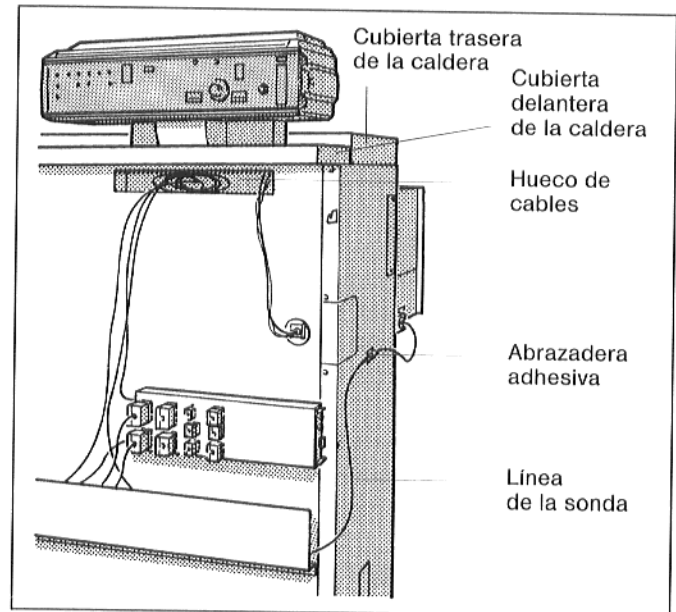

Fig. 8 : G\_424 LZ; G\_524 LDN
- Conducir la línea para la sonda de temperatura del gas de escape con el lado de conexión por el hueco de cables en lado delantero de la caldera y por el orificio en la cubierta delantera de la caldera hacia el aparato de regulación (fig. 8).
- Conducir la línea de la sonda a la pared lateral y fijarla con unas abrazaderas adhesivas (fig. 8).